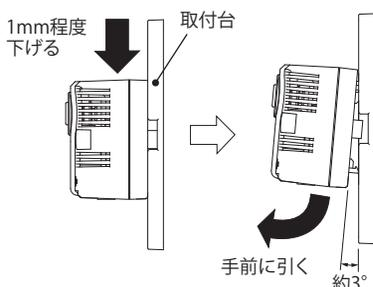

図10
- 本体を 1mm 程度押し下げながら、手前に約 3°の角度に傾くまで引きます。(図10)